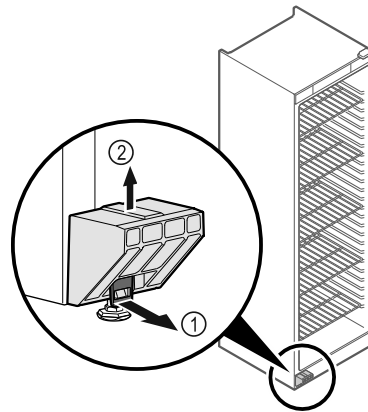

Fig. 6
- ▶ Lasche Fig. 6 (1) nach vorne ziehen.
- ▶ Transportsicherung Fig. 6 (2) nach oben abziehen.